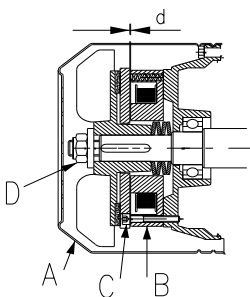

Fig. 6
8.2 ADJUSTING THE MOTOR BRAKE (Fig. 6)